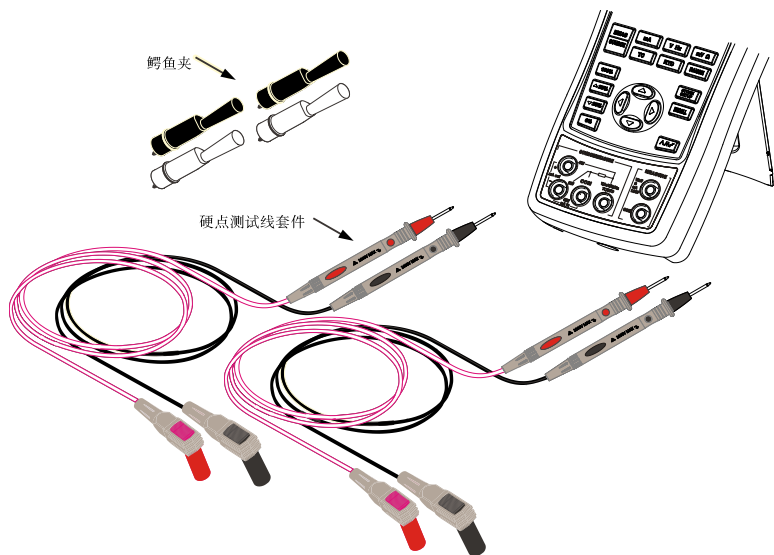

图 10.1-1
- 硬点测试线 2 副，如图 10.1-1 所示
- 鳄鱼夹 2 对，如图 10.1-1 所示